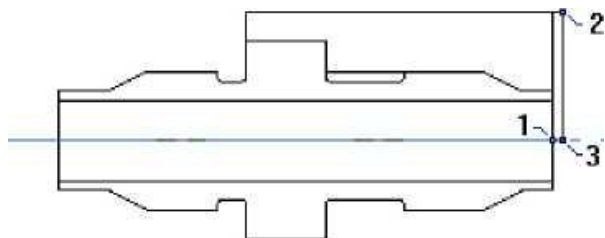

Рисунок 3.2 – Схема створення «КЕ Торец»
2. Натисніть кнопку «Добавить», виберіть «X торца» і вкажіть лівою кнопкою миші точку 1 (рис. 3.2).
3. Натисніть кнопку «D нач.» (початковий діаметр) і вкажіть точку 2 (рис. 3.2).
4. Натисніть кнопку «D кон.» (кінцевий діаметр) і вкажіть точку 3 (рис. 3.2).